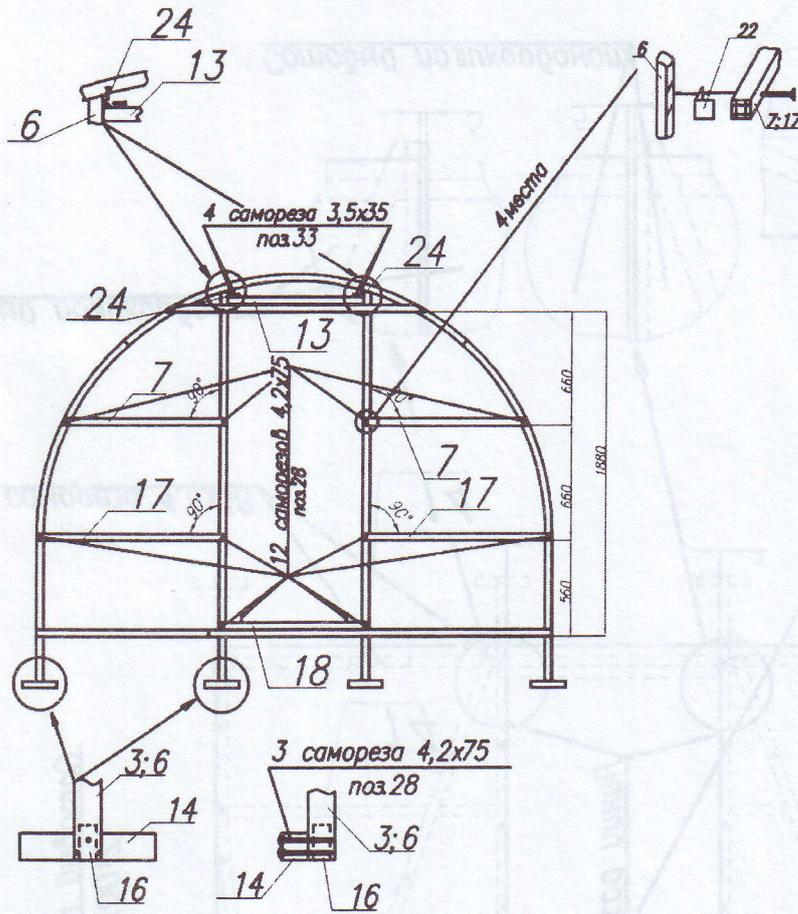

Рис. 11
3.13. Саморезами 75 мм присоедините верхние 7 и средние стяжки торцевых дуг 17 к стойкам дверного проема 6 и к стойкам дуг 3 (рис.11). Не забудьте подложить заглушки 22 под каждую стяжку со стороны стойки дверного проема.
3.14. Установите пороги 18 и поперечины дверных проемов 13 (рис.11.)
3.16. Присоедините анкерные элементы 14 к нижним стойкам дуг согласно *рис. 1-3, рис. 11*.